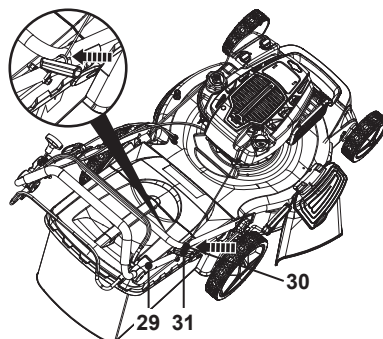

Fig. 14
3. Toujours placer la poignée du lanceur (31) sur le crochet (30) situé sur le côté droit du guidon supérieur (29) (Fig. 14) lorsque le lanceur n'est pas actionné.